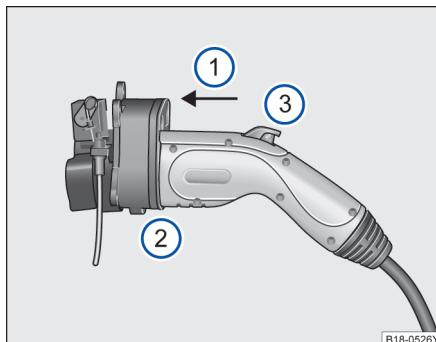

图 127 充电插头示意图
请将充电插头平行地插入充电插座→图 127①。
请将充电插头完全插入充电插座→图 127②。
请确保充电插头上的按键处于弹起状态→图 127③。